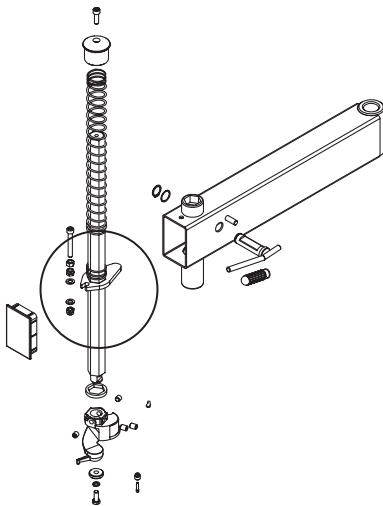

Рисунок 8 – Место регулировки зажима штанги монтажной головки
6. Если блокировка не фиксирует штангу, либо насадка не поднимается хотя бы на 1/8" над ободом колеса, что необходимо для работы, отрегулируйте гайки как показано на рис. 8.